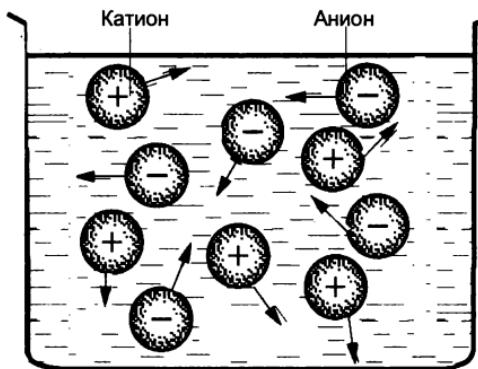

Рис. 29
3. В растворе и расплаве электролита движение ионов хаотическое (рис. 29), а при пропускании постоянного электрического тока через раствор или расплав электролита катионы $(+)$ движутся к катоду ($-$), а анионы $(-)$ — к аноду ($+$) (рис. 30).